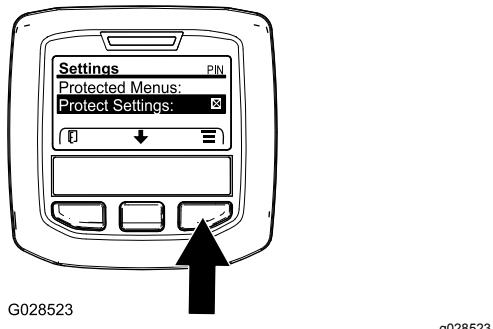

Figure 31
1. Accédez au menu protégé et déverrouillez le sous-menu réglages protégés (Figure 31); voir Accès aux menus protégés \(page 18\).